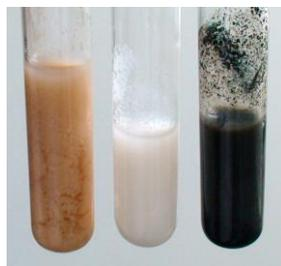

Рис. 5.14. Осадки MnS , ZnS , FeS
Растворимые сульфиды (например, сульфид аммония) дают осадки также с растворами солей цинка (белый), марганца (телесно-розовый), железа (II) (чёрный) (рис. 5.14). Эти сульфиды имеют более высокие произведения растворимости, они растворимы в кислотах, поэтому не выпадают при пропускании сероводорода через растворы солей. Наоборот, из этих сульфидов можно получить сероводород действием кислоты: